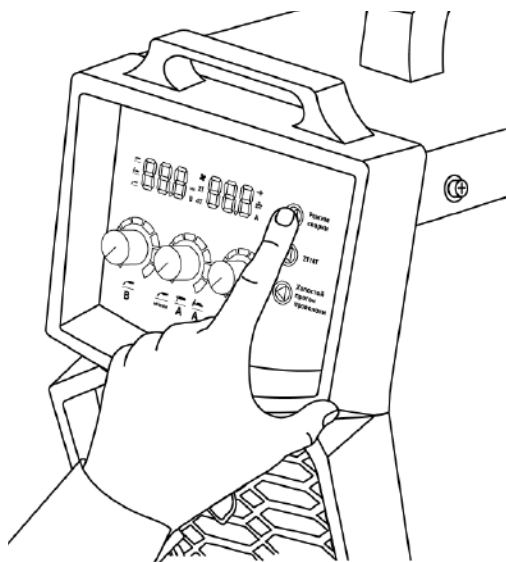

Рис. 11.5. Выбор способа сварки.
4. Перейдите в режим MMA (см. рис. 7.1, п. 6) на передней панели сварочного аппарата (см. рис. 11.5).